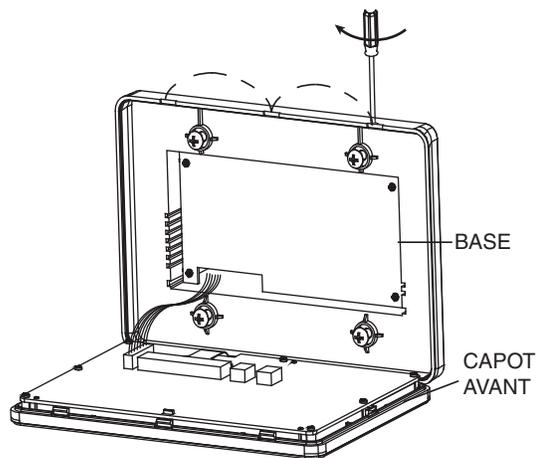

Fig. 2 — Ouverture de la plaque de montage arrière
- Insérez un tournevis à tête plate dans les fentes présentes sur le dessus du contrôleur pour ouvrir la plaque de montage arrière. Voir fig. 2.